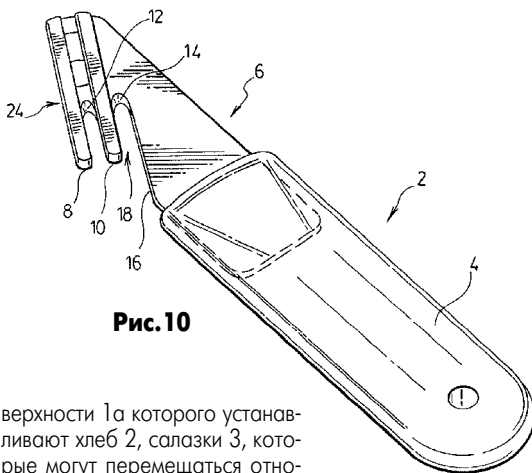

Рис.10
**Нож с выемками** описан в патенте США 2002/0078572 (2002 г.). Он содержит нейлоновую рукоятку 4 (рис.10) и хвостовик 6, в котором имеются две выемки 12 и 14, концы которых заточены. Этот нож разработан для обрезки материала, состоящего из двух пластмассовых листов, между которыми имеется слой утеплителя или прокладка.